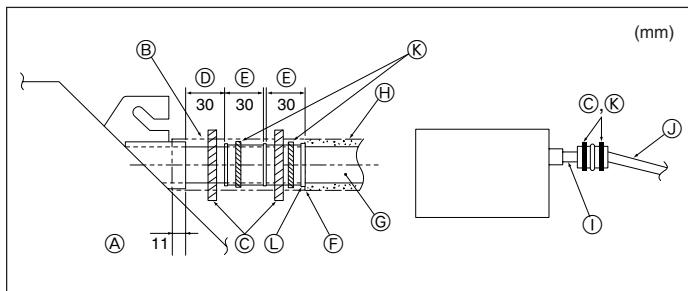

Fig. 6-2
- Ligue o bocal de drenagem (fornecido com a unidade) à porta de drenagem. (Fig. 6-2) (Fixe o tubo com adesivo PVC e depois ate-o com uma banda.)